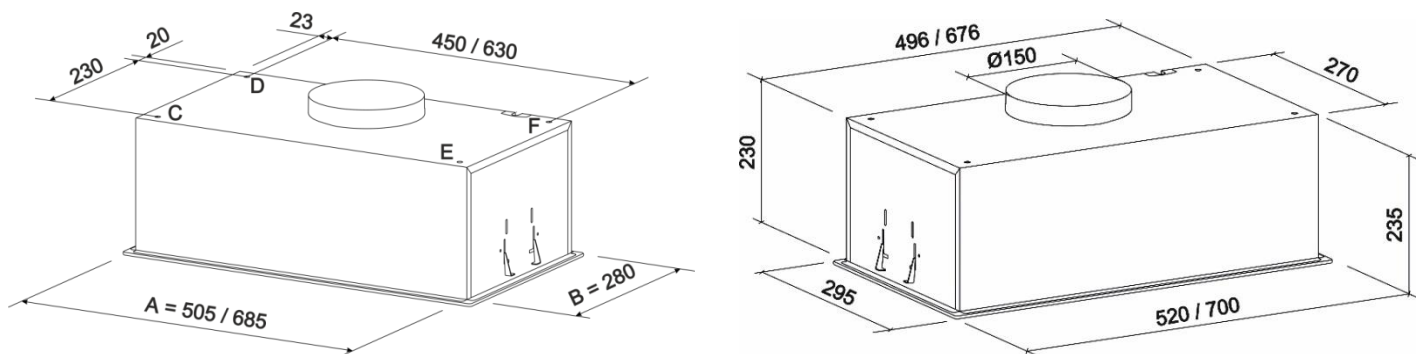
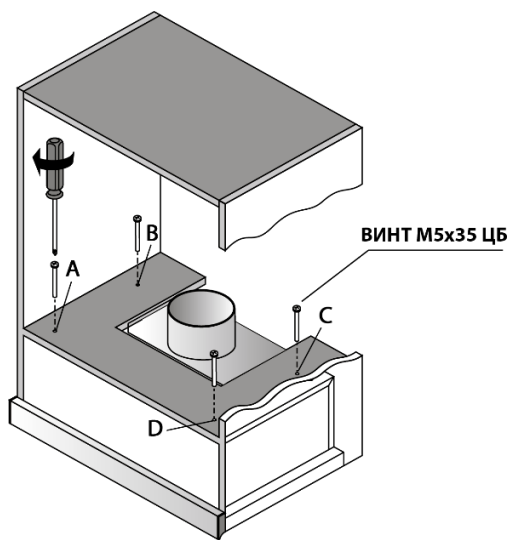

Рис. 4
Рис. 5.1
6.4 С учетом установленной высоты и условием прилегания вытяжки до дна нижней полки навесной мебельного шкафа по ранее изготовленному бумажному шаблону разметьте и вырежьте прямоугольное отверстие согласно габарита АхВ (рис.4) встроенной части вытяжки.
6.6.1 Изготовьте бумажный шаблон с координатами отверстий CDEF (рис.4), приложите шаблон к полке мебельного гарнитура (рис. 5.1).